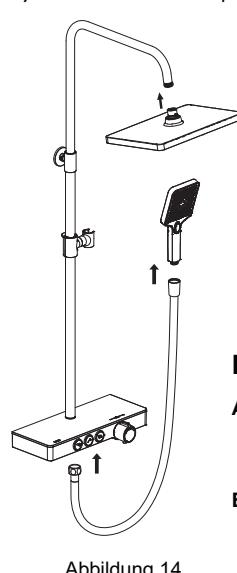

Abbildung 14
- b) Schließen Sie die Kopfbrause an das Armrohr an (Abbildung 14).